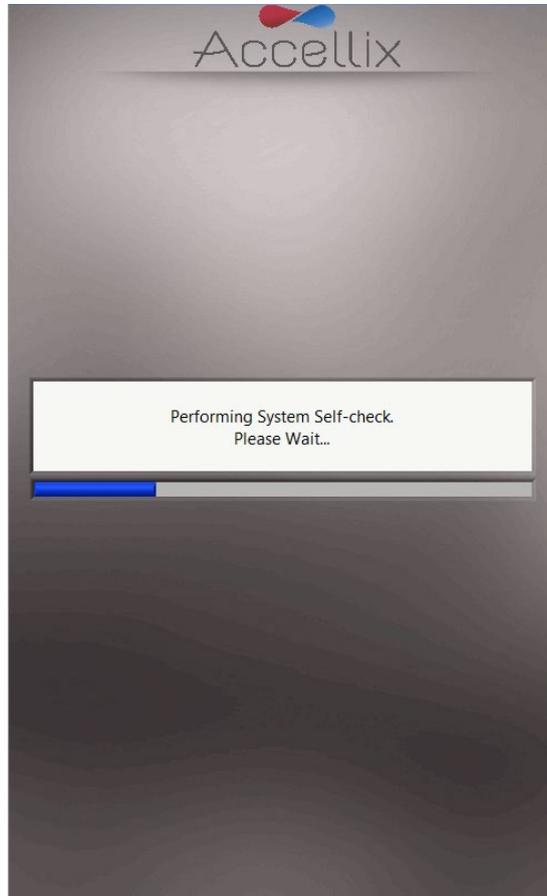

图14：“系统自检”屏幕
1. 将仪器后面板上的**电源开关**切换至“**ON**”（打开）位置，打开仪器。当仪器启动时，显示器会告知用户正在执行 **System Self-check**（系统自检）（图 14）：